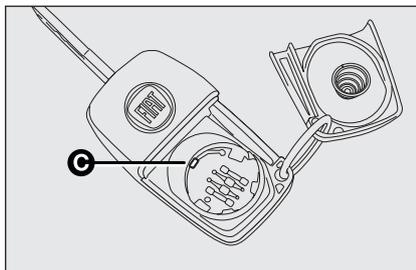

fig. 8
- la pile neuve doit être introduite sous l'ergot **C-fig. 8** d'arrêt; repositionner le volet et le pousser jusqu'à perception du déclic de blocage.